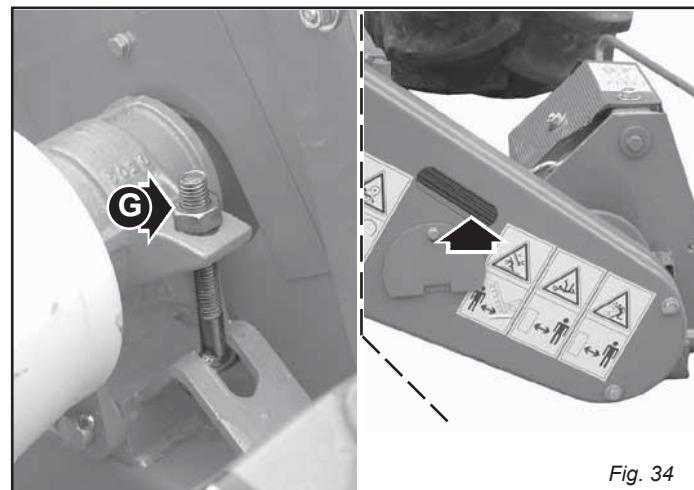

Fig. 34
- Проверить натяжение ремней через смотровое оконце в картере; люфт не должен превышать 2 см. При необходимости, отрегулировать натяжение регулировочной гайкой (G, Рис. 34). Инспекционное оконце, после осмотра ремней, должно быть обязательно закрыто специальной крышкой.